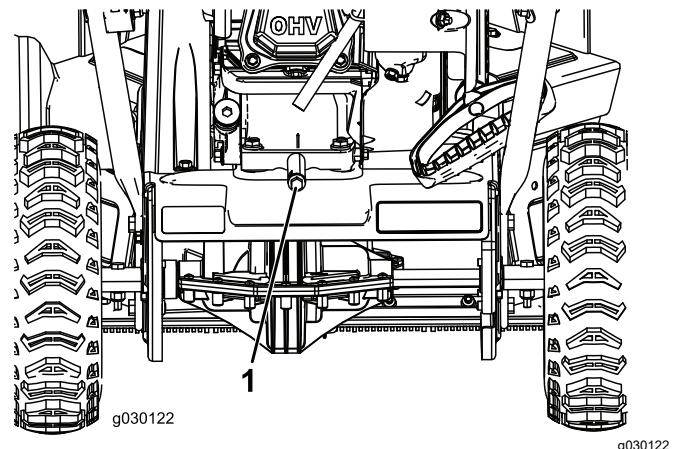

Рисунок 19
2. Поместите сливной поддон под пробку отверстия слива масла, выверните пробку, наклоните машину назад и слейте отработанное масло в поддон (Рисунок 19).